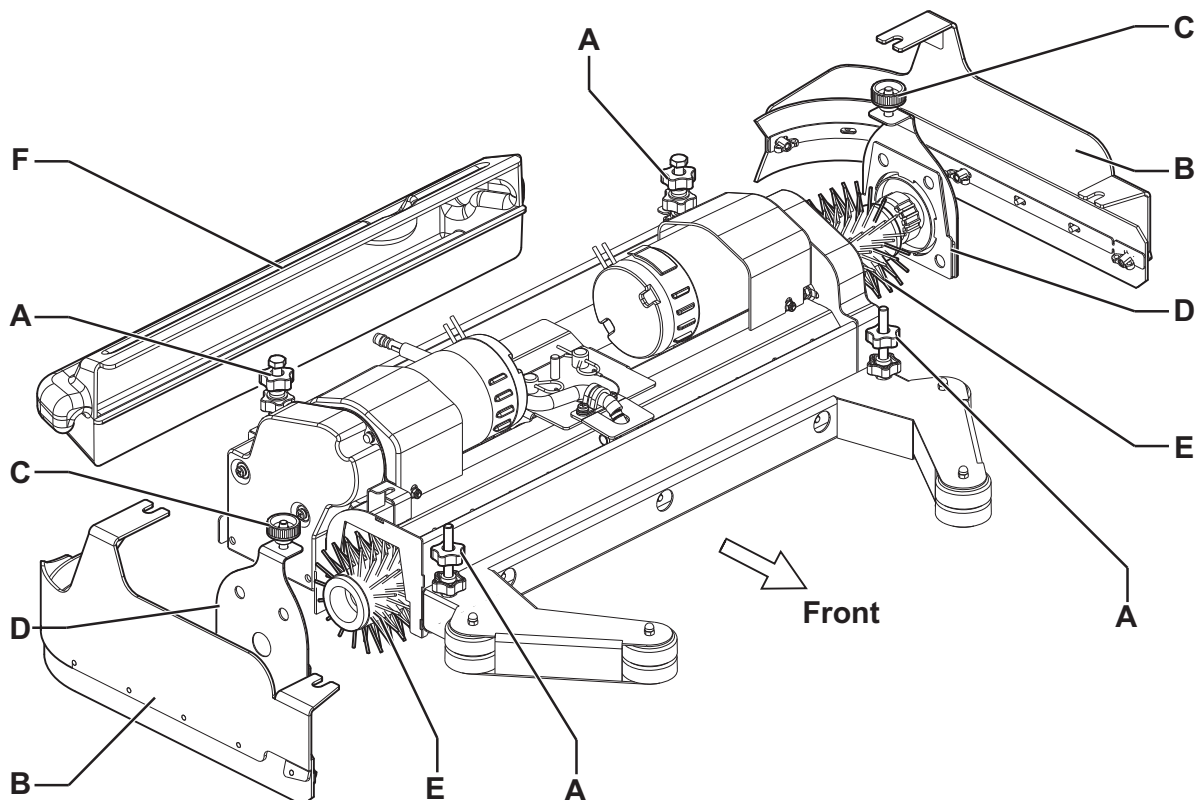

Figure 2
2. Soulever la tête en appuyant sur l'interrupteur (63).
3. Tourner la clé de contact (58) sur "0" et l'enlever.
4. Sur les deux côtés de la machine, desserrer les pommeaux (A, Fig. 2) et enlever les groupes volets latéraux (B).
5. Dévisser les pommeaux (C) et déposer les portillons (D) en poussant les pommeaux vers le bas.
6. Installer les brosses cylindriques (E) ou enlever les brosses pour installer les brosses nouvelles.